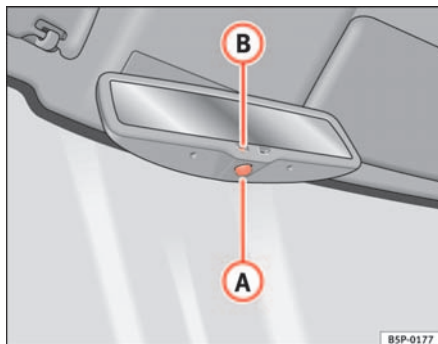

Abb. 67 Automatisch abblendbarer Innenspiegel
- Drücken Sie die Taste **A** ⇒ Abb. 67. Die Kontrollleuchte **B** erlischt.
- Drücken Sie die Taste **A** ⇒ Abb. 67. Kontrollleuchte leuchtet auf.